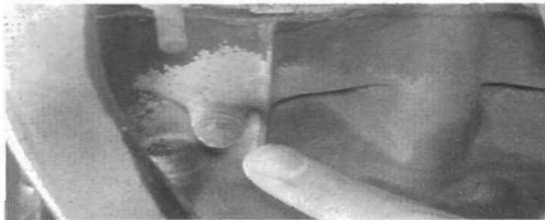

Bild 16
- Kühlerdeckel-Abdeckung abnehmen (Bild 14). Auffanggefäß unter Kühlmittelpumpe stellen und Ablassschraube (Bild 15) ausdrehen. Deckel vorsichtig öffnen und so Abfluss der Kühflüssigkeit regulieren. Zum vollständigen Wechsel des Kühlmittels auch Ablassschrauben am Zylinderblock links und rechts ausdrehen (Bild 16).